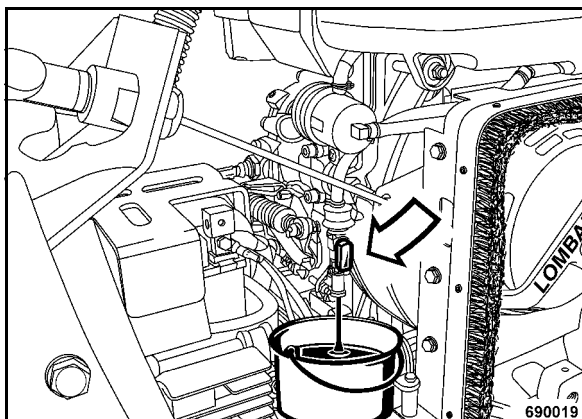

рис. 43
- Открыть сливной кран (рис. 43), слить топливо и уловить его.